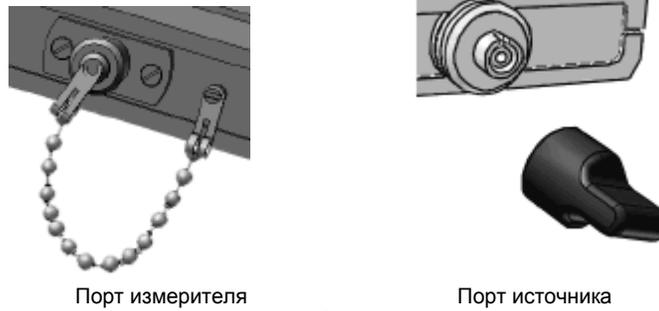

Рис.1
5.3. Указания по замене адаптера на порте измерителя (см.рис.1)